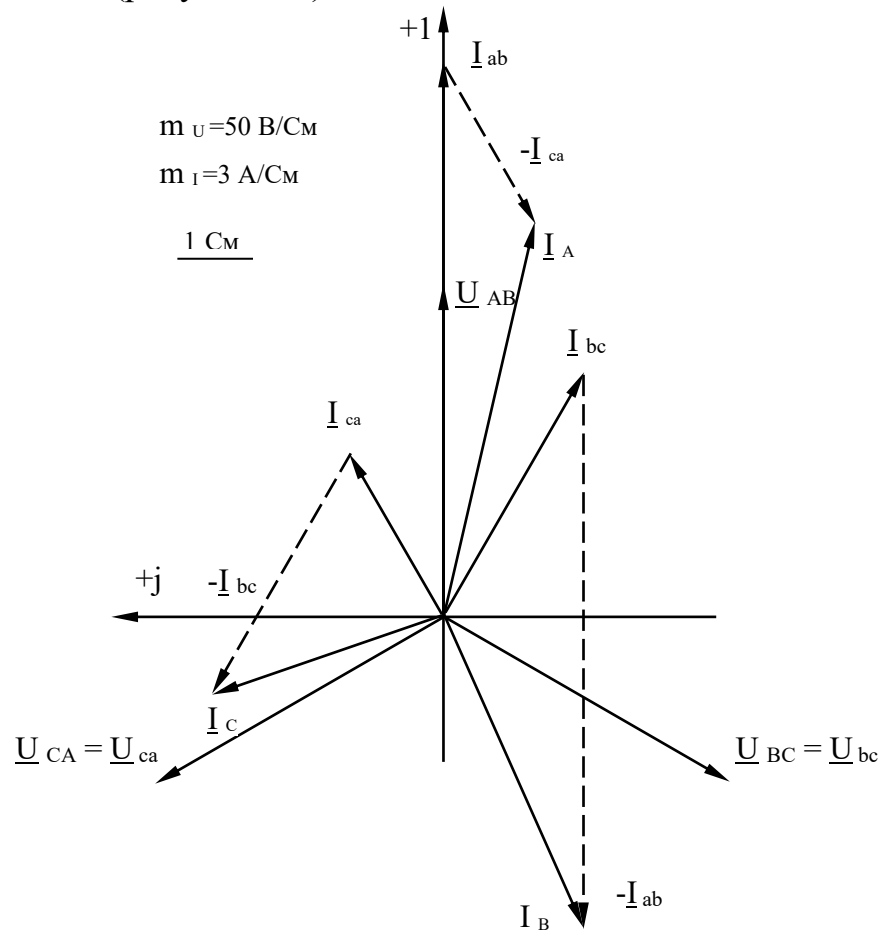

Рисунок 2.9
14. По результатам расчетов строим векторную диаграмму токов и напряжений (рисунок 2.9).